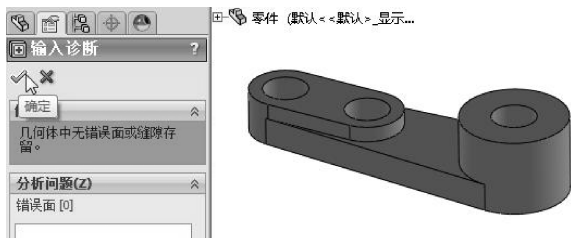

图 5-16 完成诊断并输入模型
- 03 随后打开【输入诊断】属性面板。面板中显示无错误，单击【确定】按钮, 完成诊断并载入零件模型，如图 5-16 所示。